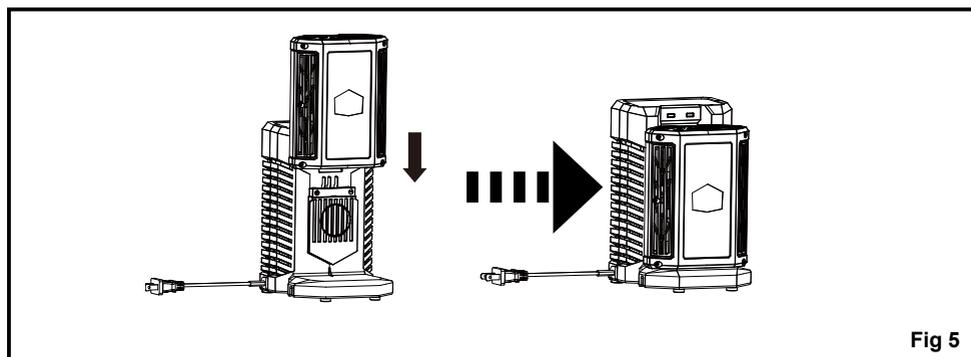

Fig 5
CHARGE DU BLOC-BATTERIE (voir Figure 5)
- Alignez le logement du bloc-batterie sur le rail situé sur le chargeur. Faites coulisser le logement sur le rail jusqu'à ce que le bloc-batterie se verrouille en place (Fig. 5).